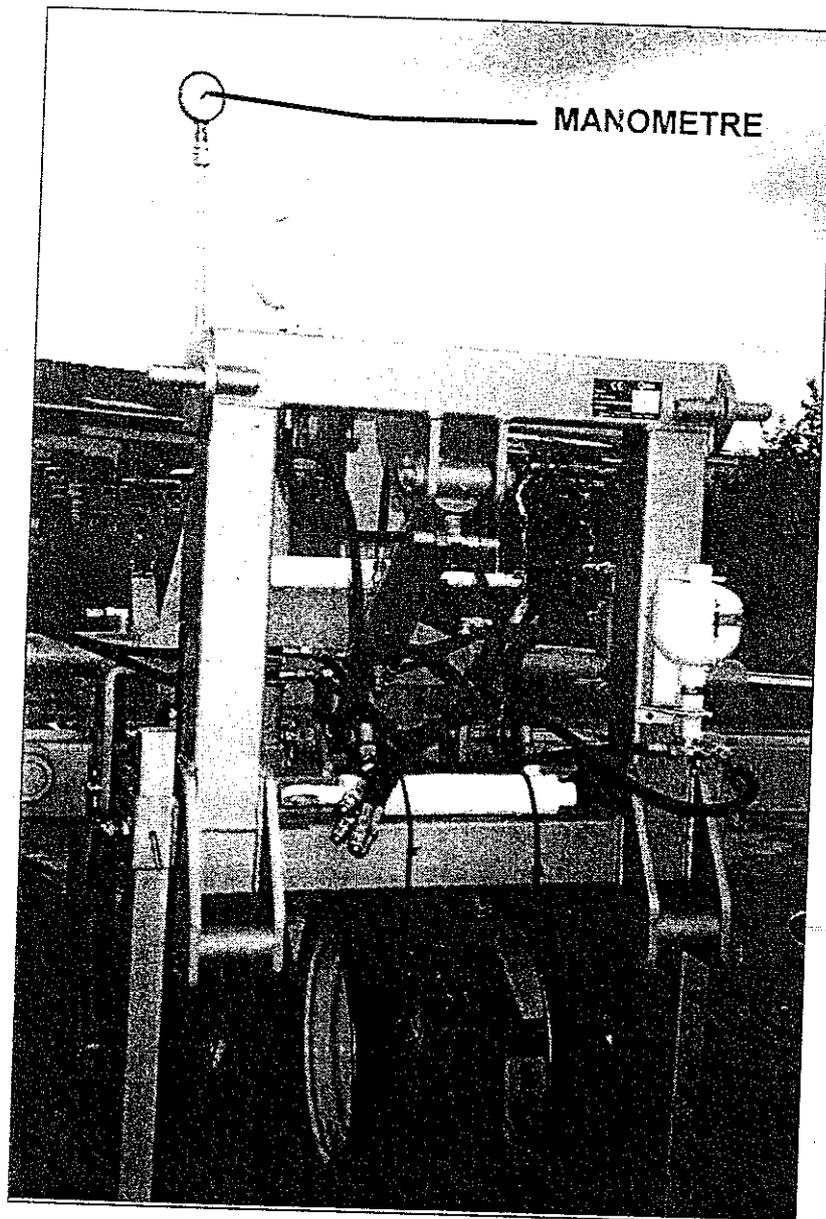

Figure 18
- Contrôle de la pression avec la boule d'azote (Figure 18): lors du travail, repérez la position de l'aiguille du manomètre lorsque la pression du nivelsol vous paraît correcte. Lorsque vous reprenez le travail après une manœuvre, ramenez le manomètre dans la même position, l'appuis au sol restera ainsi homogène.